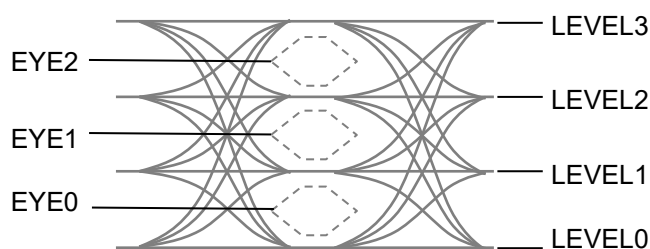

図 3.9.7-1 EYE と LEVEL の位置
*1: LEVEL0 から LEVEL3、および EYE0 から EYE2 の位置は図 3.9.7-1 を参照してください。